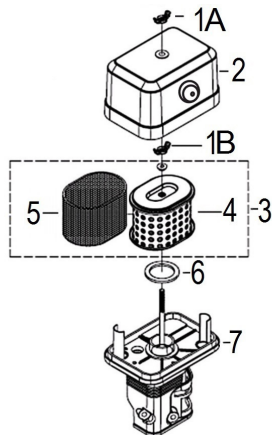

Рис. 31 Обслуживание воздушного фильтра
1. Открутите барашковую гайку 1А и снимите крышку 2 воздушного фильтра (Рис. 31).
2. Открутите барашковую гайку 1В и снимите воздушный фильтр 3 в сборе (Рис. 31).
3. Проверьте целостность и чистоту фильтрующих элементов. Поролоновый (предварительный) фильтрующий элемент 5 установлен на корпусе бумажного фильтрующего элемента 4 (Рис. 31).